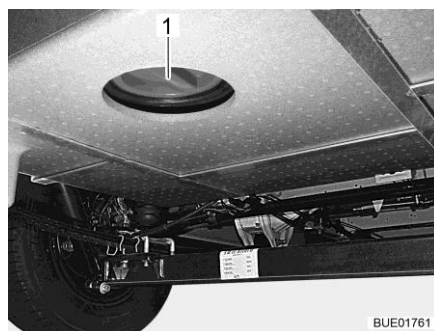

Bild 304 Rengöringsöppning
- Öppna avloppstankens rengöringsöppning (Bild 304,1) och avtappningskranen.